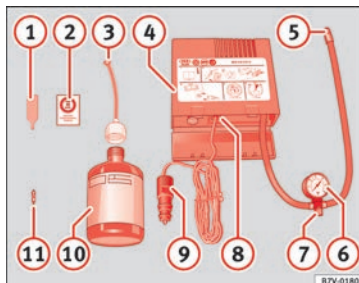

Fig. 97 Representação standard: conteúdo do kit antifuros.
O kit antifuros está localizado na bagageira, por baixo do revestimento do piso. Inclui os seguintes componentes » Fig. 97:
Volte a enroskar o tubo de enchimento » Fig. 97 ⑤ e verifique a pressão no manómetro ⑥.